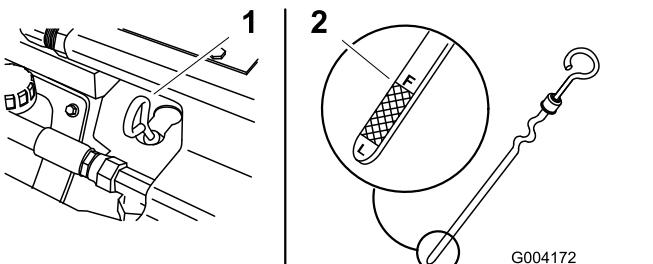

Figura 35
4. Pulite l'area intorno all'asta di livello dell'olio (Figura 35).
5. Estraete l'asta di livello dell'olio e pulite l'estremità metallica (Figura 35).
6. Infilate fino in fondo l'asta di livello nel relativo tubo (Figura 35).